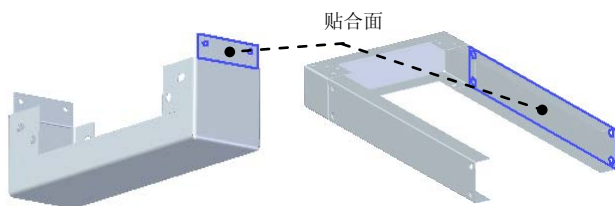

图 8.13.291 贴合面
(1) 单击“相关”区域中的  命令, 选取图 8.13.291 所示的两个钣金件上要配合的面。